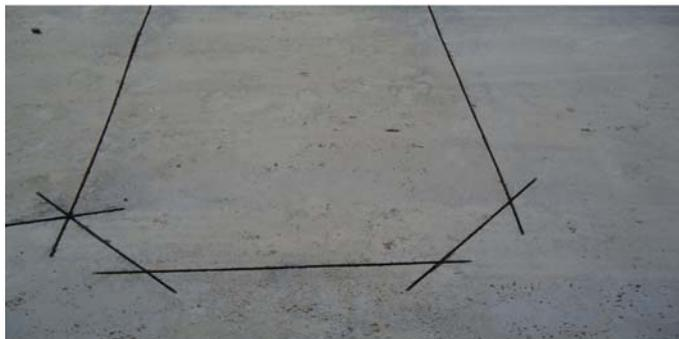

图 8-18 转角倒角
16) 地感线圈的安装时,可以用切割机沿笔线切割混凝土地面,切割深度大约为50mm,宽度大约为4mm。馈线槽的宽度大约为7mm,深度大约为50mm。转角处切割15cm×15cm的倒角,防止坚硬的混凝土直角割伤线圈,如图8-18所示。